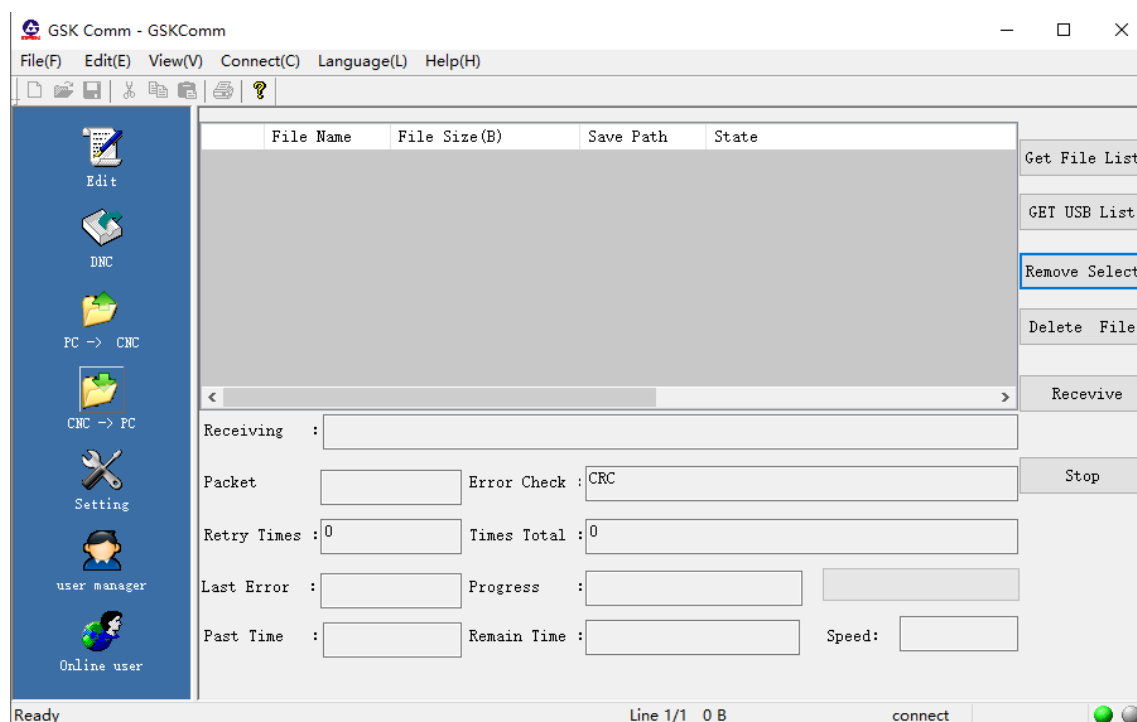

Figura 11-2-2-1
3. Haga clic en el botón **Get File List** para obtener la lista de archivos CNC, como se muestra en la figura 11-2-2-2.